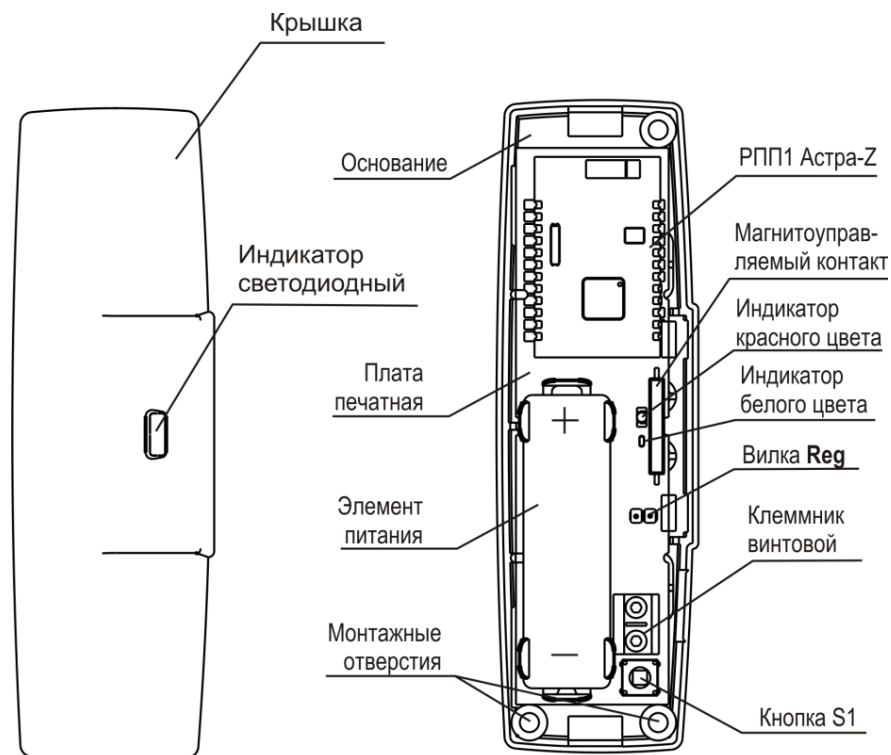

Рисунок 4.9
4.4.3.3 На плате СМК извещателя (рисунок 4.9) расположена вилка REG, используемая для регистрация в радиосети при кратковременном, на от 0,5 до 2 с, замыкании контактов вилки и нажатии в течении 60 с после этого кнопки вскрытия.